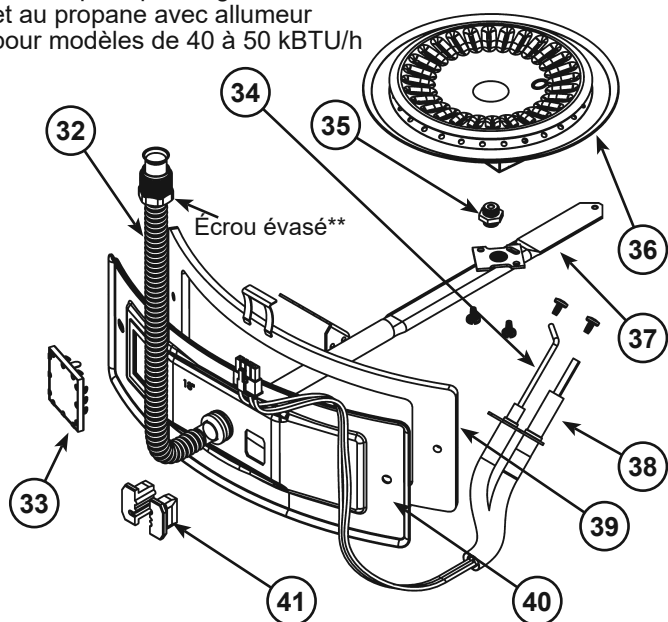
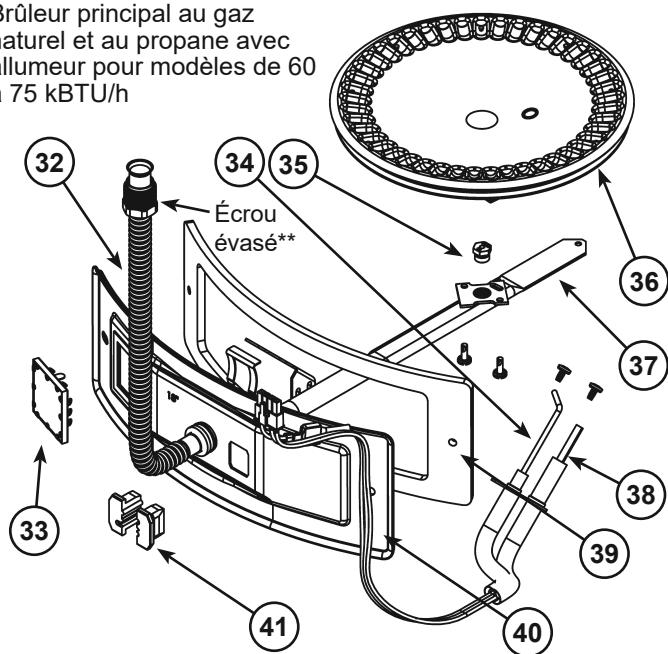

Figure 46
Figure 47
- 14 Porte de collecteur (derrière porte extérieure) (voir Figure 6 et Figure 7) (voir aussi Figure 46 et Figure 47)
- 32 Tube de collecteur flexible (voir Figure 6 et Figure 7) (voir aussi Figure 46 et Figure 47)
- 33 Hublot (voir Figure 6 et Figure 7) (voir aussi Figure 46 et Figure 47)
- 34 Détecteur de flamme (voir Figure 6 et Figure 7) (voir aussi Figure 46 et Figure 47)
- 35 Injecteur de gaz (voir Figure 6 et Figure 7) (voir aussi Figure 46 et Figure 47)
- 36 Brûleur en tôle (voir Figure 6 et Figure 7) (voir aussi Figure 46 et Figure 47)
- 37 Collecteur de gaz (voir Figure 6 et Figure 7) (voir aussi Figure 46 et Figure 47)
- 38 Allumeur à surface chaude (voir Figure 6 et Figure 7) (voir aussi Figure 46 et Figure 47)
- 39 Joint de porte de collecteur (voir Figure 6 et Figure 7) (voir aussi Figure 46 et Figure 47)
- 40 Porte de collecteur (voir Figure 6 et Figure 7) (voir aussi Figure 46 et Figure 47)
- 41 Passe-fil en deux parties avec pince (voir Figure 6 et Figure 7) (voir aussi Figure 46 et Figure 47)